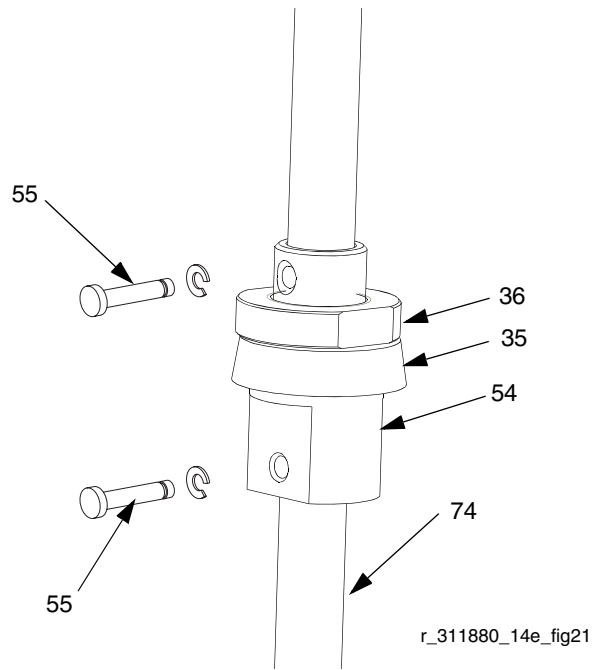

FIG. 22
- Remove pins (55). See FIG. 22.